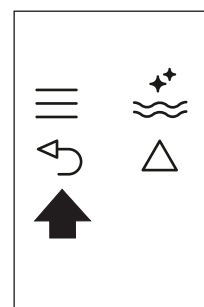

Fig. 25
- ▶ Prima duas vezes o ícone ↶ (B6) (Fig. 25) para sair do menu.
- ▶ Prima duas vezes o ícone \rightarrow (B6) (Fig. 25) para sair do menu.